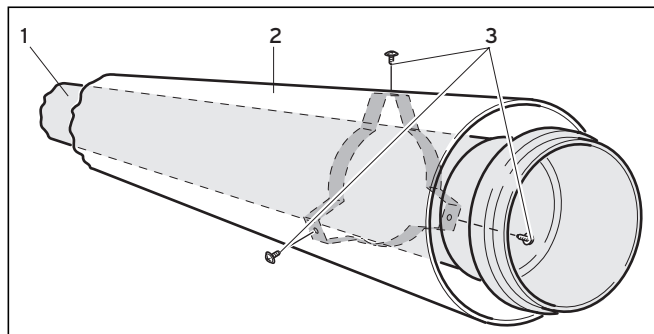

Fig. 4.14 Montaggio della prolunga
- Dopo averli accorciati, fissare tra loro i tubi dell'aria e i tubi di scarico fumi (v. Fig. 4.14) inserendo le viti in dotazione (3), attraverso i fori precedentemente praticati nel tubo dell'aria (2), nel distanziatore, sul tubo di scarico fumi (1).